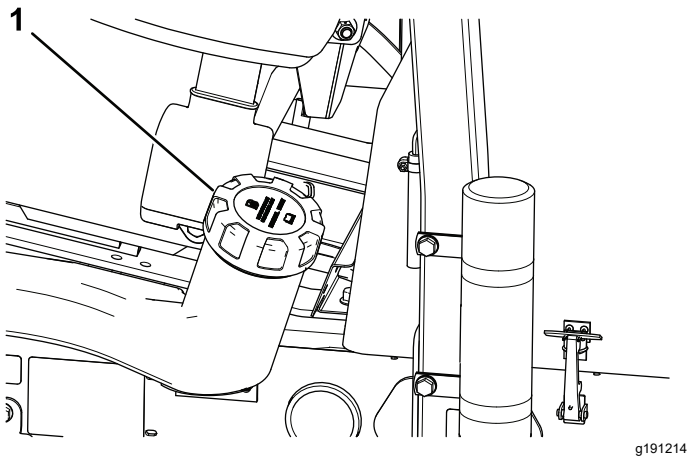

Bild 46
2. Reinigen Sie den Bereich um den Tankdeckel (Bild 46).